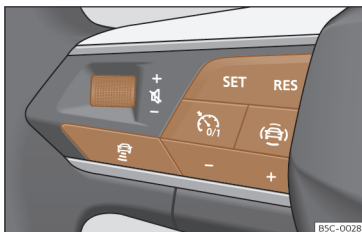

Fig. 136 No volante multifunções: botões para utilizar o ACC.
- Pressione o botão do volante multifunções >>> **Fig. 136**.
- Para começar a regulação pressione o botão **SET** >>> **Fig. 136**.
Para programar a velocidade pressione os botões + ou - >>> **Fig. 136** até à velocidade pretendida. O ajuste de velocidade realiza-se em intervalos de 10 km/h (5 mph).
- Pressionar o botão e, em seguida, o botão + ou - >>> **Fig. 136**.
- Pressione brevemente o botão  >>> Fig. 136 ou pressione o pedal do travão.